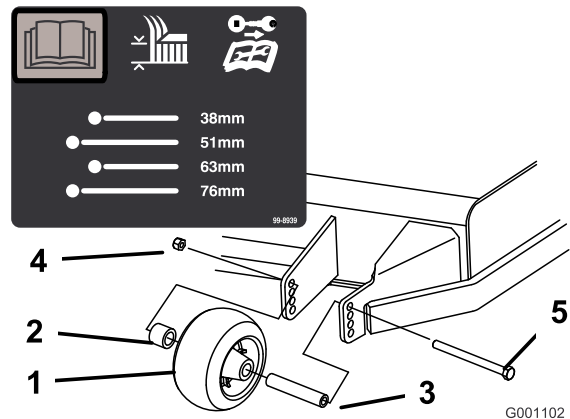
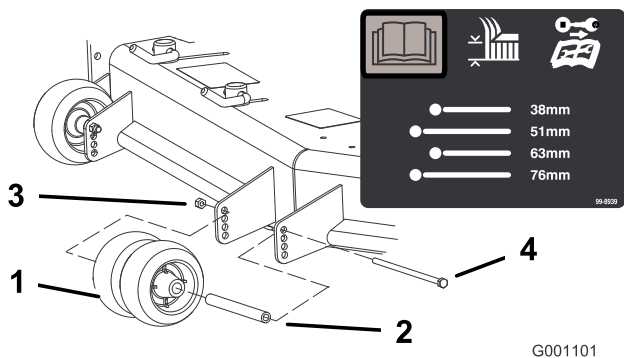
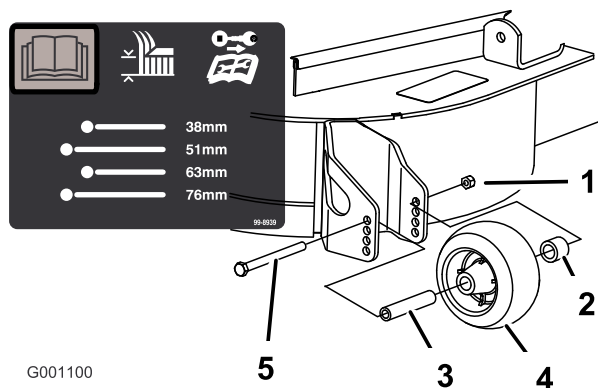

Figure 20
Figure 21
Figure 22
3. Après avoir réglé la hauteur de coupe, réglez les galets en retirant l'écrou à embase, la bague, l'entretoise et le boulon (Figure 20, Figure 21 et Figure 22).
**Remarque:** Les deux galets centraux ne sont pas munis d'entretoise (Figure 21).
5. Posez l'écrou à embase, la bague, l'entretoise et le boulon. Serrez à un couple de 54 à 61 Nm (Figure 20, Figure 21 et Figure 22).